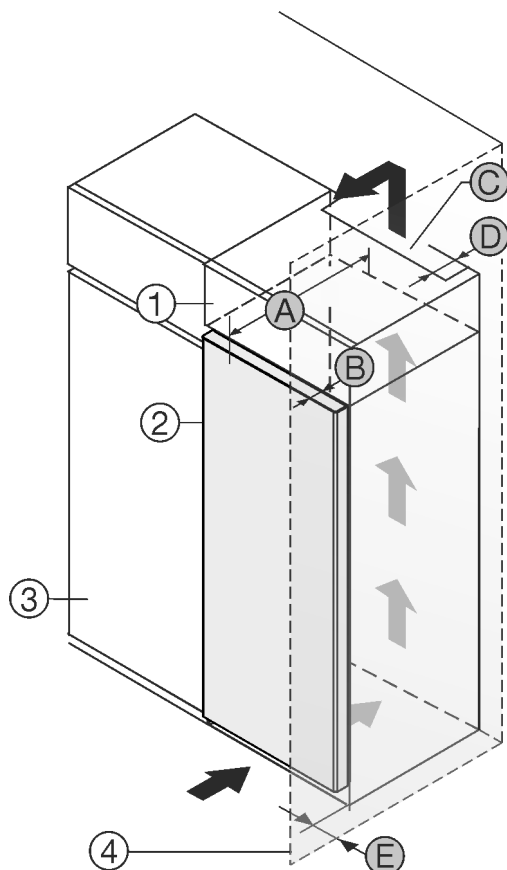

Fig. 1
Μπορείτε να τοποθετήσετε τη συσκευή ακριβώς δίπλα από το ντουλάπι κουζίνας Fig. 1 (3).*
Στην πίσω πλευρά του επικαθήμενου ντουλαπιού πρέπει να υπάρχει ένα κενό εξαγωγής αέρα με βάθος Fig. 1 (D) σε όλο το πλάτος του επικαθήμενου ντουλαπιού.*
Κάτω από την οροφή του δωματίου πρέπει να τηρείται η διατομή εξαερισμού Fig. 1 (C).*
Εάν τοποθετήσετε τη συσκευή με τους μεντεσέδες δίπλα σε κάποιον τοίχο Fig. 1 (4), τότε πρέπει η απόσταση ανάμεσα στη συσκευή και στον τοίχο να ανέρχεται σε τουλάχιστον 13 mm.*
Εάν τοποθετήσετε τη συσκευή με τους μεντεσέδες δίπλα σε κάποιον τοίχο Fig. 1 (4), τότε πρέπει η απόσταση ανάμεσα στη συσκευή και στον τοίχο να ανέρχεται σε τουλάχιστον 20 mm.*
Για να μπορείτε να ανοίγετε τελείως την πόρτα, πρέπει η συσκευή να προεξέχει κατά το βάθος της πόρτας Fig. 1 (B) από την πρόσοψη του ντουλαπιού κουζίνας. Η συσκευή μπορεί να προεξέχει περισσότερο, ανάλογα με το βάθος των ντουλαπιών κουζίνας Fig. 1 (3) και την χρήση αποστατών τοίχου.*